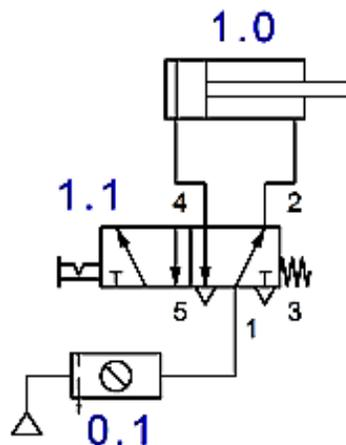

Figura 3.
2. Armé el circuito de la figura 3, por ello coloque la válvula 5/2 con interruptor selector y el cilindro de doble efecto en la placa perfilada.